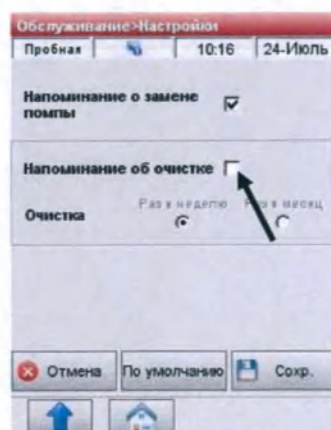

Рис.7-2 Выбор очистки
4. На экране <Настройки> (Рис.7-2) вы можете выбрать опцию <Напомнить об очистке>. Выберите <Раз в неделю> для еженедельного обслуживания и <Раз в месяц> очистки, если анализатор не используется еженедельно. Затем анализатор напомнит вам, когда должна произойти следующая очистка анализатора.